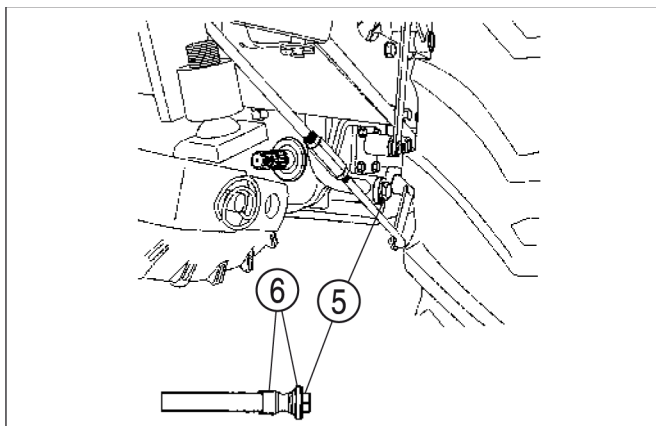

FIG. 63
**Abb. 63:** Zum Reinigen des Hydraulikölfilters (5) Öl ablassen und linkes Hinterrad entfernen. Filter heraus-schrauben und Filter in Lösungsmittel oder Kerosin waschen. Dann gründlich trocknen und einbauen. Achten Sie darauf, dass die O-Ringe (6) nicht beschädigt sind.